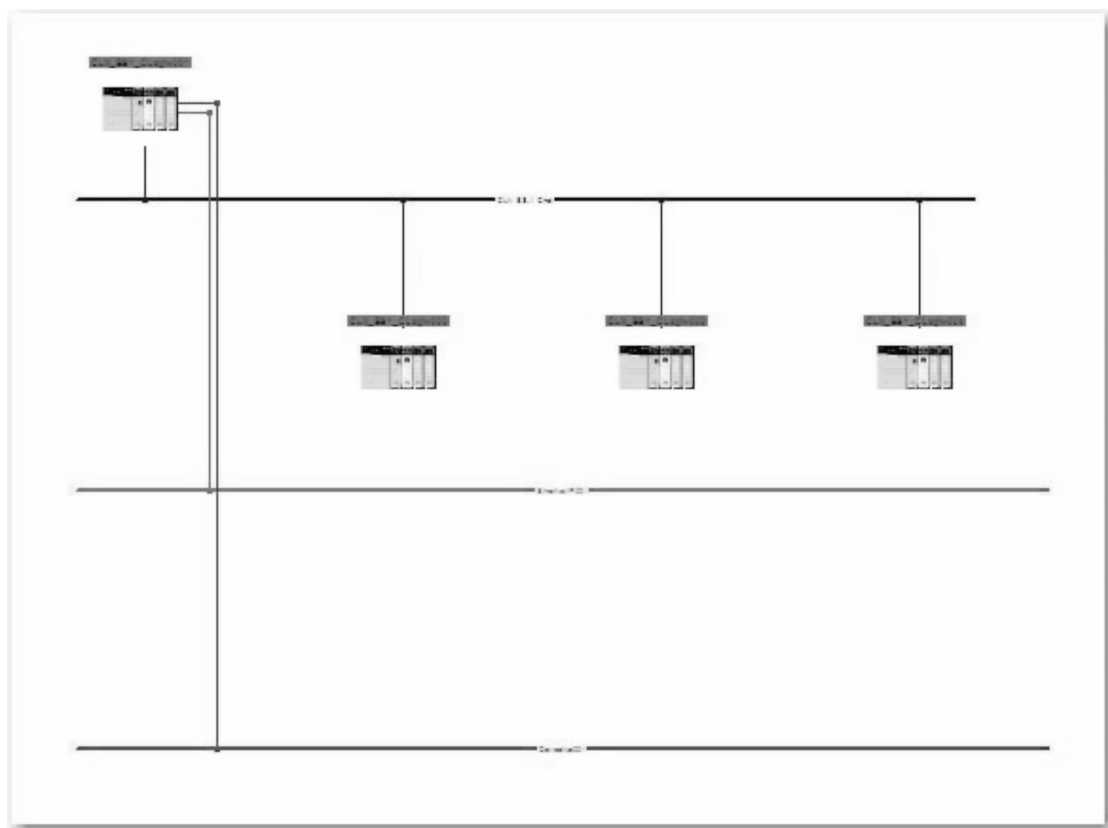

图 26-17 网络和两个附加网络的子系统示例图
2) 最多为分布式 I/O 指定两个附加网络。在 ControlLogix 子系统向导中, 除 ControlLogix I/O 网络之外, 还可指定多达两个网络。这些附加的网络用于通过使用 DIO 子系统向导添加的分布式 I/O。例如, 如果要将一些 FLEX I/O 模块或 POINT I/O 模块添加到该 ControlLogix 组态, 可以添加附加网络, 然后使用 DIO 向导为该网络指定 I/O。继续阅读本文, 将了解向导如何提示完成所有这些选项, 以提供易于执行的工作流来创建具有本地 I/O 和分布式 I/O 的完整子系统。以下是具有 ControlLogix I/O 网络和两个附加网络的子系统示例, 如图 26-17 所示。